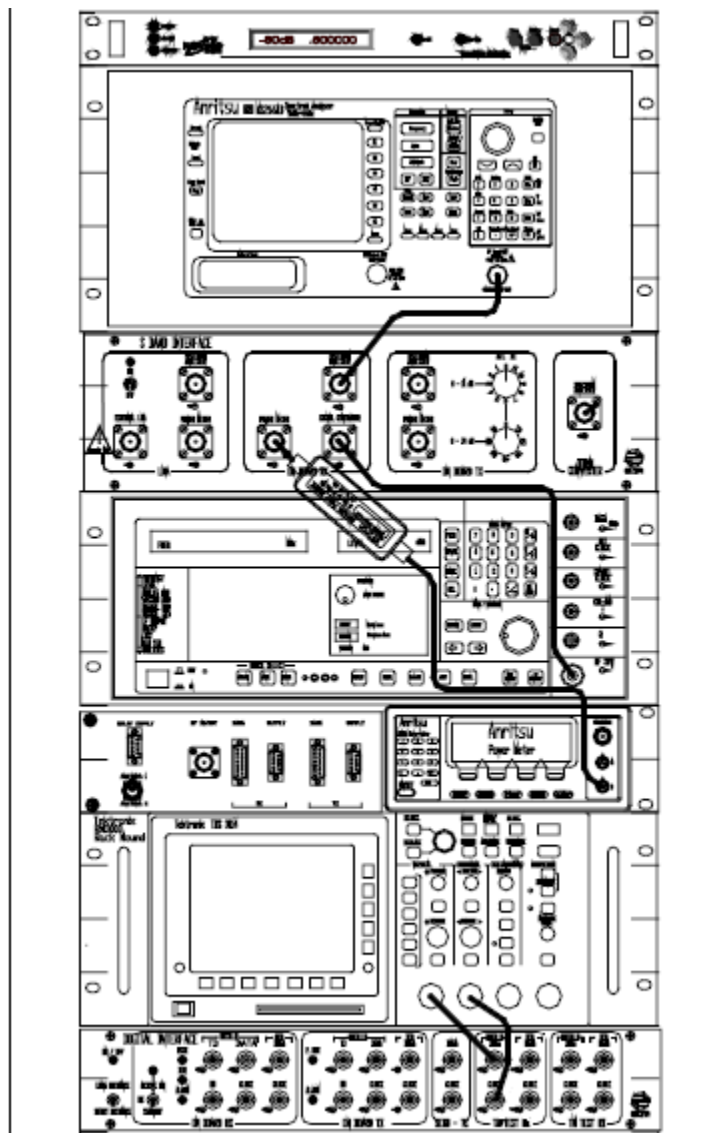

Fig.8. Ligações na parte frontal do rack para o teste da cadeia de telecomando (TC).
A Fig. 8 mostra as ligações na parte frontal do rack, necessárias para que se possa realizar o teste de verificação da cadeia de telecomando (TC).